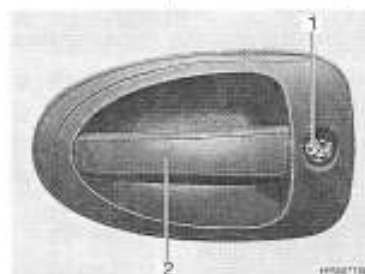

Fig. 29 Serrure de la porte cellule, à l'extérieur
- Insérer la clé dans le barillet (Fig. 29,1) et la tourner jusqu'à ce que la serrure de la porte soit déverrouillée.
- Tirer sur la poignée de la porte (Fig. 29,2). La porte est ouverte.
- Insérer la clé dans le barillet (Fig. 29,1) et la tourner jusqu'à ce que la serrure de la porte soit verrouillée.